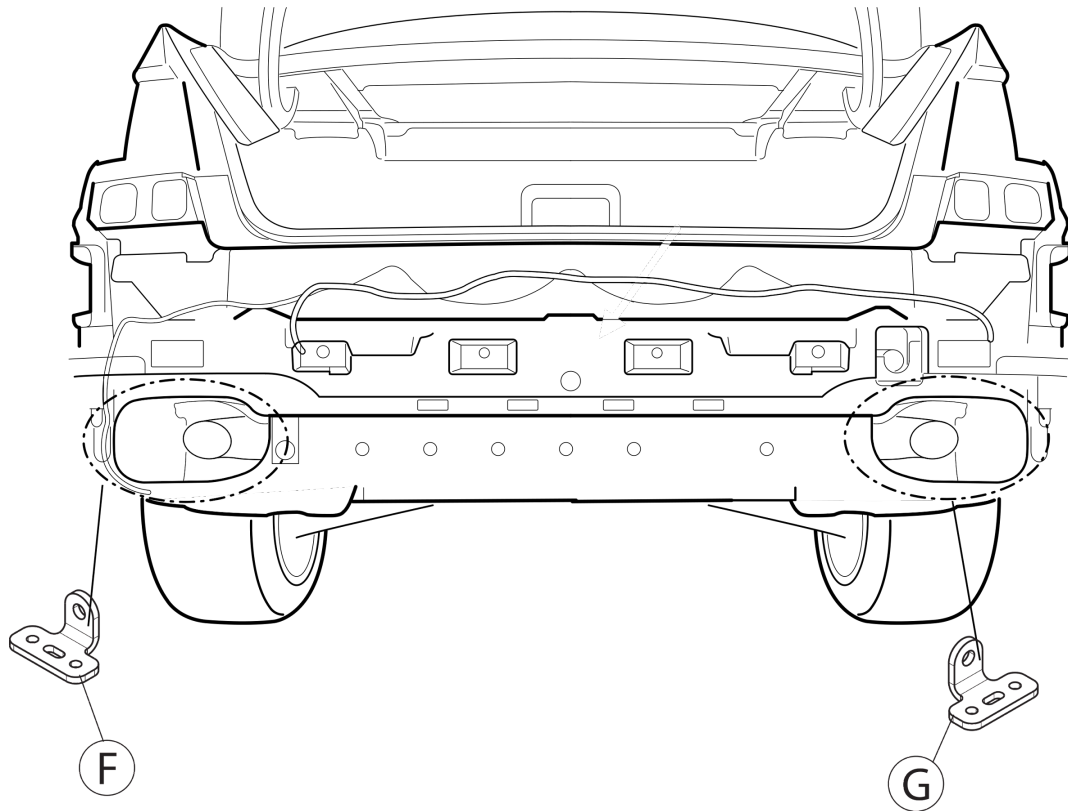

Fig. 2
3. Внимание: у тех моделей, у которых были сняты кронштейны выхлопной трубы, поставить их снова на место, используя полосу С в точках D и E. См. рисунок 2.